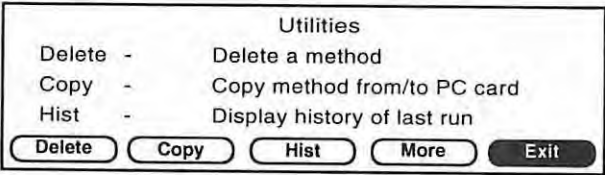

Fig. 2-30 ユーティリティースクリーン(II)
1. メインメニューから **F4** -Utilを押した後、**F4** -More を選択してください。ユーティリティースクリーン II (Fig. 2-30)が表示されます。